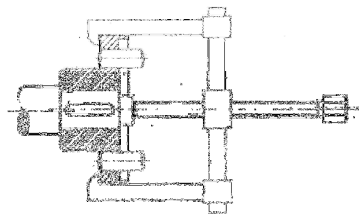

Figura 12
- Remova o acoplamento com um dispositivo de remoção de acoplamentos (figura 12). Remova a mola de ajuste (PF2).